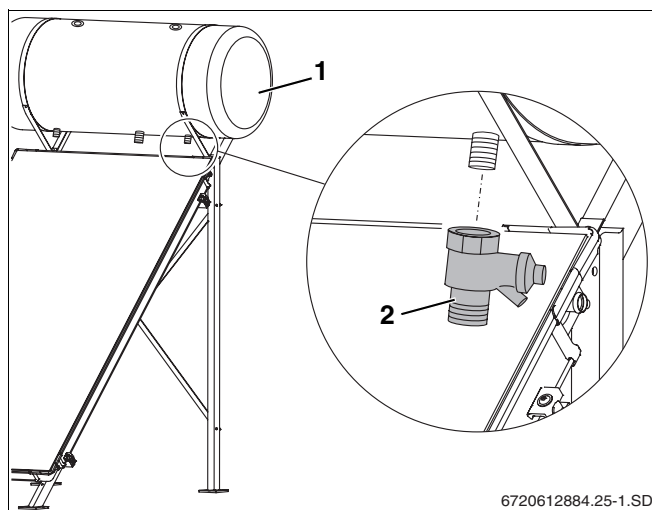

fig. 25 Montagem de válvula de segurança
- ▶ Solte a tampa do orifício de inspeção (fig. 25, **item 1**) e retire as válvulas de segurança.
- ▶ Monte a válvula de segurança no lado da água sanitária (fig. 25, **item 2**, 10 bar) à direita, em baixo, no termo-acumulador.
Devido às diferenças de temperatura e, assim, diferenças de pressão ao longo de um dia, poderá sair água da válvula de segurança (fig. 25, **item 2**).